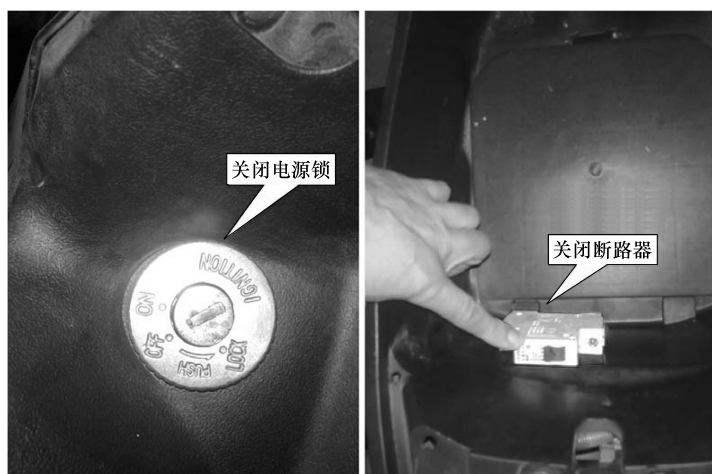

图 6-52 关闭整车电源
1) 拆卸电动自行车蓄电池前, 应先关闭断路器, 或关闭电源锁, 关闭整车电源, 如图 6-52 所示。